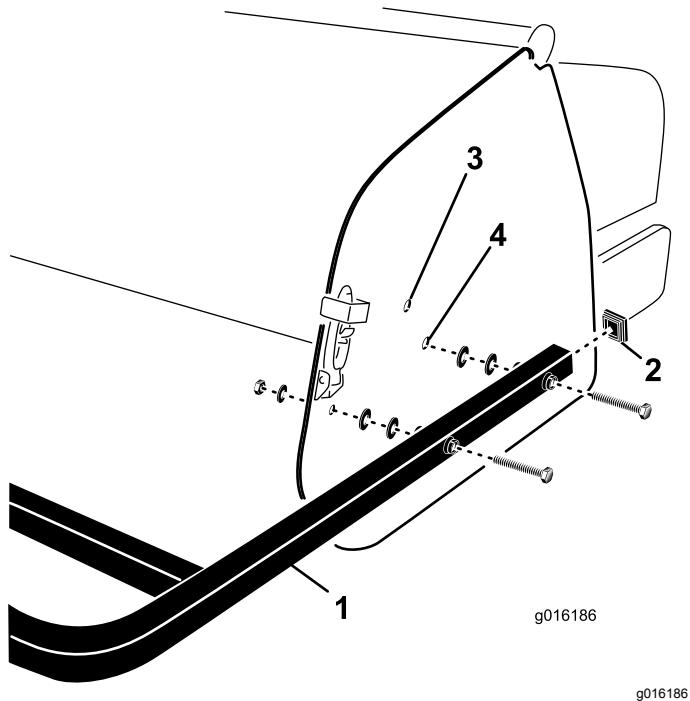

Figure 32
1. Insérez les obturateurs d'extrémité au bout des tubes de déflecteur arrière (Figure 32).
2. Alignez les trous des tubes de montage du déflecteur arrière sur les trous des plaques latérales de l'aérateur (Figure 32).
3. Fixez les tubes de montage du déflecteur aux plaques latérales avec 4 vis, rondelles plates et écrous (Figure 32).